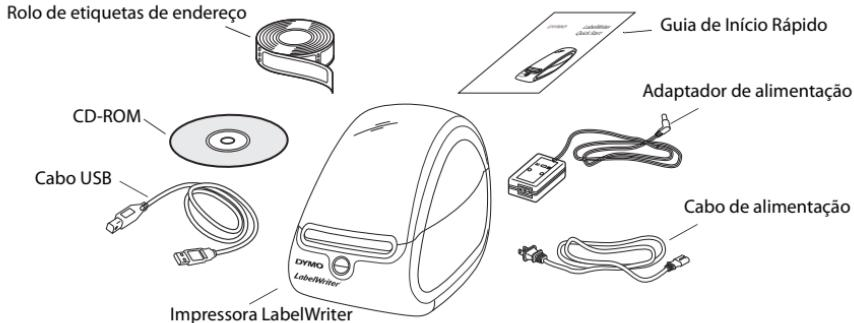

Figura 1
- 2 Verifique se foram fornecidos todos os itens mostrados na Figura 1.